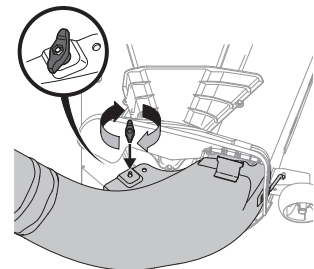

Figure 23
5. Fixez la goulotte au plateau de coupe avec l'écrou papillon du sachet de quincaillerie (689-02019). Voir Figure 23.